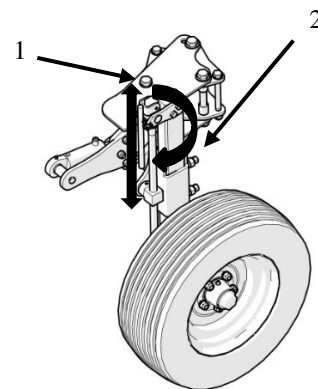
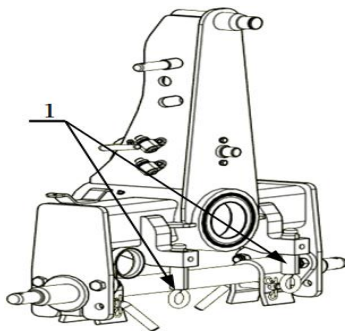

Рисунок 15
Рисунок 16
- Болты бампера 1 (Рис. 15) установи таким образом, чтобы угол между плугом и пахотой был 90 ° (рис. 16).